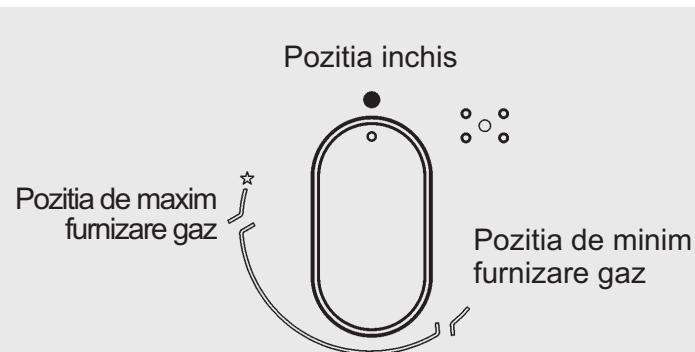

FIG. 22
Apasati și rotiti în sens anterior butonul corespunzător arzatorului pe care doriti să-l utilizati, aduceti-l pe pozitia de Maxim (flacara mare, fig. 22), după care apasati butonul pana la fund.
La arzatoarele dotate cu termocuplu de siguranta, trebuie să se roteasca in sens anterior butonul corespunzător arzatorului pe care doriti sa-l utilizati, sa-l aduceti pe pozitia de Maxim (flacara mare, fig. 22) pana sesizati o mica oprire a acestuia, după care apasati butonul si repetati operattile indicate anterior. Dupa aprindere mentineti butonul apasat circa 10 secunde.
- Cand incepe fierberea aduceti butonul in pozitia de Minim (flacara mica, fig. 22).
- **aprenderea arzatoarelor cu termocuplu de siguranta se poate face doar daca butonul este pe pozitia de Maxim (fig. 22).**
- aprindeți arzătorul și poziționați butonul pe poziția "Minim" (flacără mică, fig. 22).